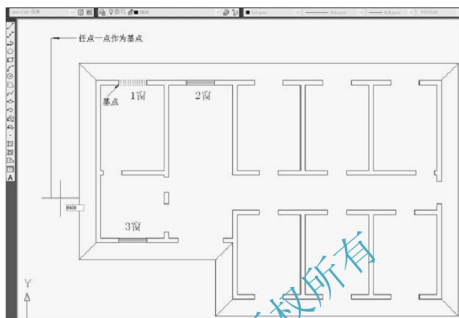

图 2.73 靠距离定位复制门窗
(1) 单击【修改】工具栏上的【复制】图标 ，启动【复制】命令。
(2) 在选择对象：提示下，选择 1 窗作为被复制的对象，并按 Enter 键进入下一步命令。
(3) 在指定基点或 [位移(D)] <位移>：提示下，在绘图区任意单击一点作为复制基点。
(4) 在指定基点或 [位移(D)] <位移>：指定第二个点或 <使用第一个点作为位移>：提示下，打开【正交】功能，将光标垂直向下拖动，输入“8400”（该值为 B 轴线与 E 轴线之间的距离），如图 2.73 所示，然后按 Enter 键。
(5) 按 Enter 键结束【复制】命令。